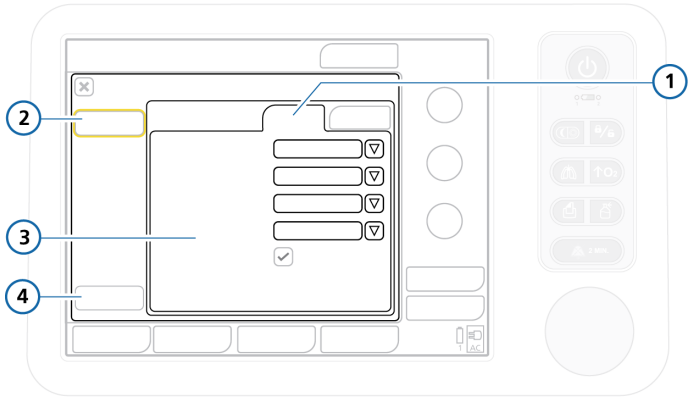

图 J-16. 传感器数据设置
1. 打开“配置”窗口，然后触摸“传感器”按钮（图 J-16）。